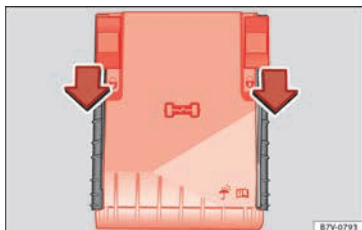

Abb. 61 Im Motorraum: Abdeckung des Sicherungskastens.
- Verriegelungstasten in Pfeilrichtung nach vorn schieben, um die Abdeckung des Sicherungskastens zu entriegeln » Abb. 61.